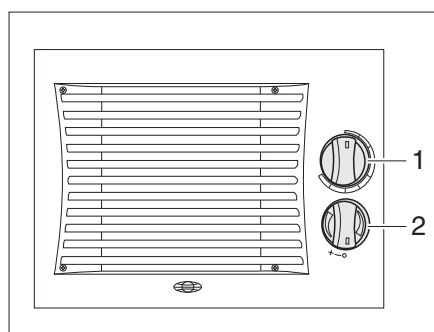

Fig. 174 Boutons de commande d'échangeur de chaleur supplémentaire
- Tourner le bouton tournant (Fig. 174,1) du régulateur de débit jusqu'à la position souhaitée. Le circuit d'eau est ouvert.
- Tourner l'interrupteur (Fig. 174,2) du ventilateur à air pulsé dans le sens des aiguilles d'une montre.
- Tourner l'interrupteur de soufflerie (Fig. 174,2) sur "O".
- Tourner entièrement le bouton tournant (Fig. 174,1) du régulateur de débit dans le sens inverse.